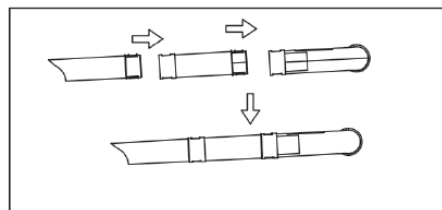

Fig.5
- Asamblați cele trei țevi de aspirație așa cum este ilustrat (Fig. 5).